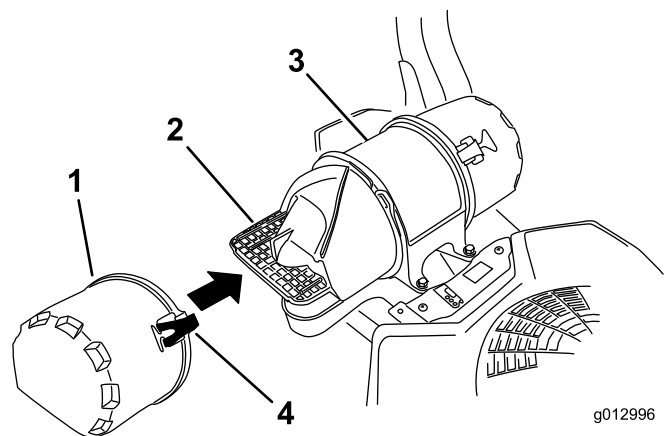

Figure 37
3. Ouvrez les dispositifs de verrouillage du filtre à air et séparez le couvercle d'entrée d'air du boîtier du filtre (Figure 37).
5. Reposez le couvercle d'entrée d'air et fixez-le avec les verrous (Figure 37).